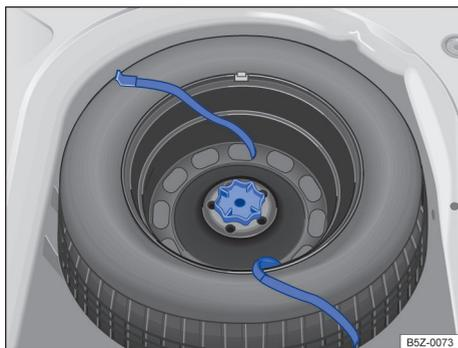

Fig. 166 No compartimento de bagagem: manipulador para fixação da roda de emergência.
- Girar totalmente o manipulador localizado no meio da roda de emergência → Fig. 166, no sentido anti-horário, e remover a roda de emergência.